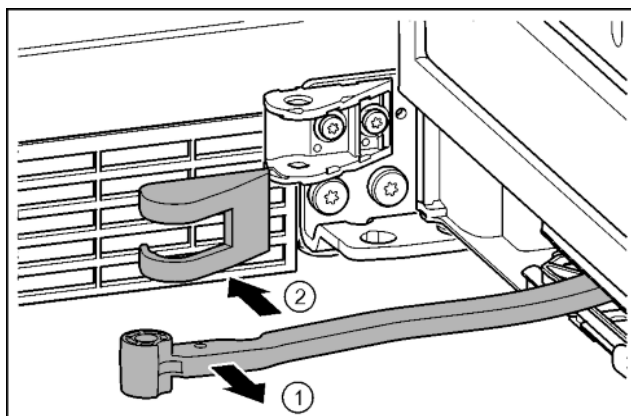

Fig. 19
- ▶ Przegub obrócić w kierunku drzwi. *Fig. 19 (1)*
- ▶ Usunąć osłonę płytki zawiasu. *Fig. 19 (2)*